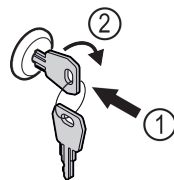

Fig. 167 Vejledende illustration
- ▶ Sæt nøglen i Fig. 167 (1).
- ▶ Drej nøglen 90° med uret Fig. 167 (2).